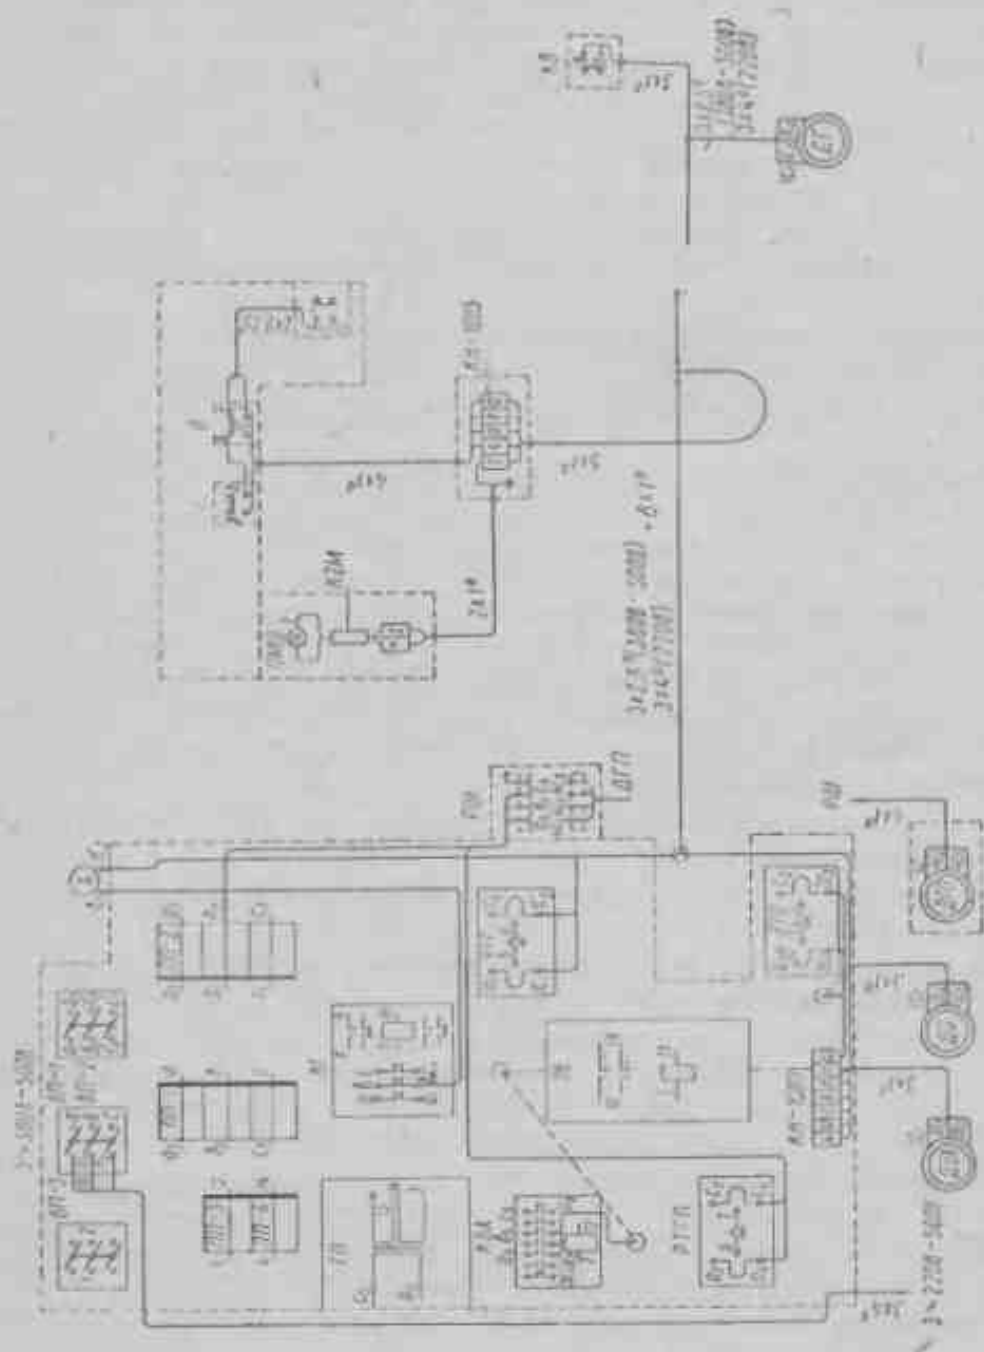

Рис. 20. Монтажная электросхема станка с монтажной электросхемой управления для сети с напряжением 380 и 500 в
3. Монтажная электрическая схема станка	рис. 20
а) 380-500 в	рис. 20
Примечание. Монтажные электросхемы панели шкафа управления (см. рис. 20—23) выбираются в соответствии с заказом-нарядом.